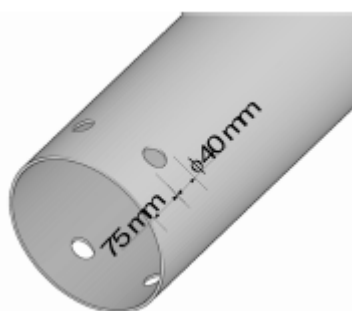

Figura 9.11.2
- b) faceti patru gauri in teava pentru bolturile de blocare (3) in conformitate cu figura. Gaurile trebuie sa fie cu marginile curate, figura 9.11.2.